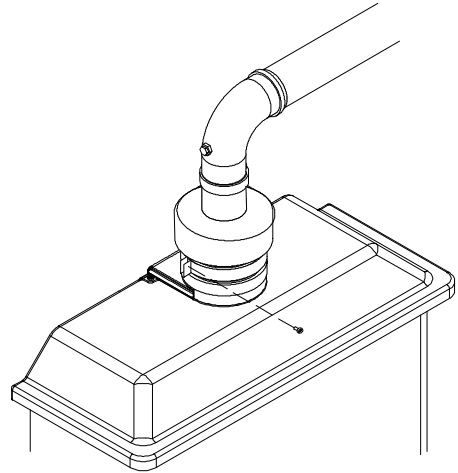

fig. 5.41
- Fissare la guarnizione a manicotto con la fascetta metallica e la vite (fig. 5.41).